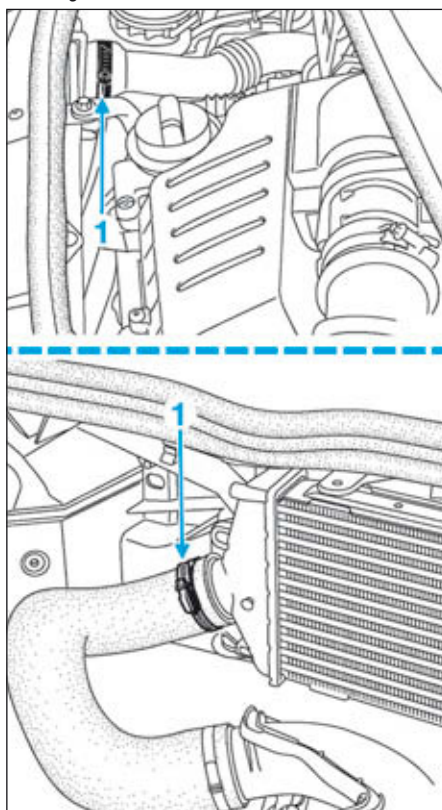

FIG.157
- Desserrer les colliers (1) (Fig.157) des durites sur l'échangeur air-air.